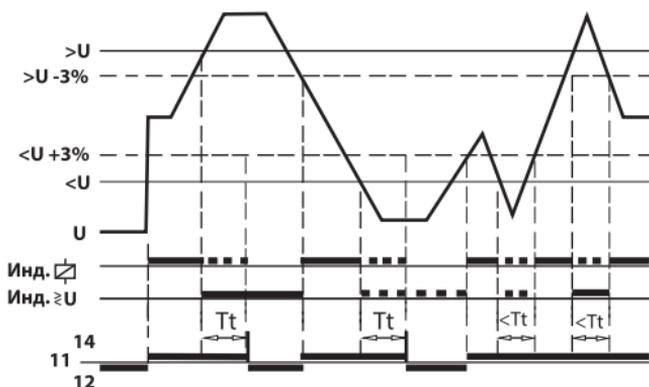

Рисунок 5. Схема работы реле
6.2. При расчете напряжения повторного подключения следует учитывать гистерезис, который составляет 3% от установленного верхнего или нижнего значения (рисунок 5). Например, при установке верхнего значения напряжения 265 В значение гистерезиса составит  $265 \cdot 0,03 = 7,95$  В, т. е. при снижении напряжения менее 265 В нагрузка вновь подключится при напряжении  $265 - 7,95 = 257,05$  В.